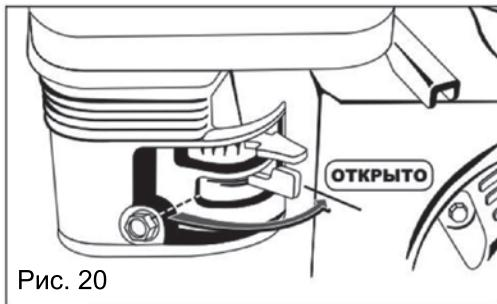

Рис. 20
1. Установить рычаг топливного крана в положение «On» (ОТКРЫТО) (Рис. 20).